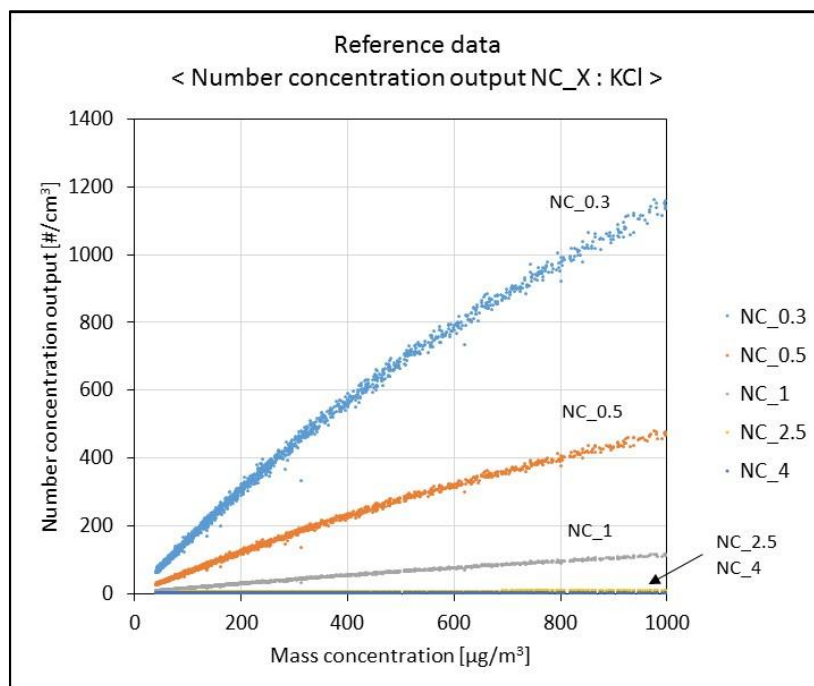

Fig. 15. 個数濃度出力 : KCl (Number concentration output : KCl)
- Fig. 15の個数濃度出力 (NC_X) のグラフについては、単位を [$0.1\text{個}/\text{cm}^3$] から [$\text{個}/\text{cm}^3$] に変換してプロットしています。
- In the graph of number concentration output (NC_X) in Fig.15, the unit of measurement data is converted from [$0.1\text{ pcs}/\text{cm}^3$] to [pcs/cm^3].